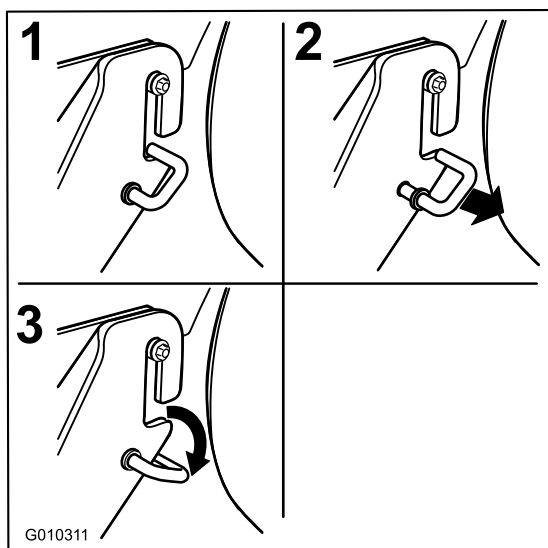

Figure 74
1. Décrochez les crochets en J à ressort de la fente des supports des pattes de fixation arrière de chaque côté du plateau (Figure 74).